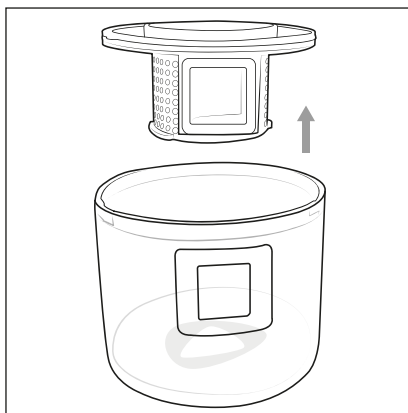

Bild 6
- 3) Fatta tag i dammfiltrets **6** öppning och dra ut det ur dammbehållaren **4** (bild 6).